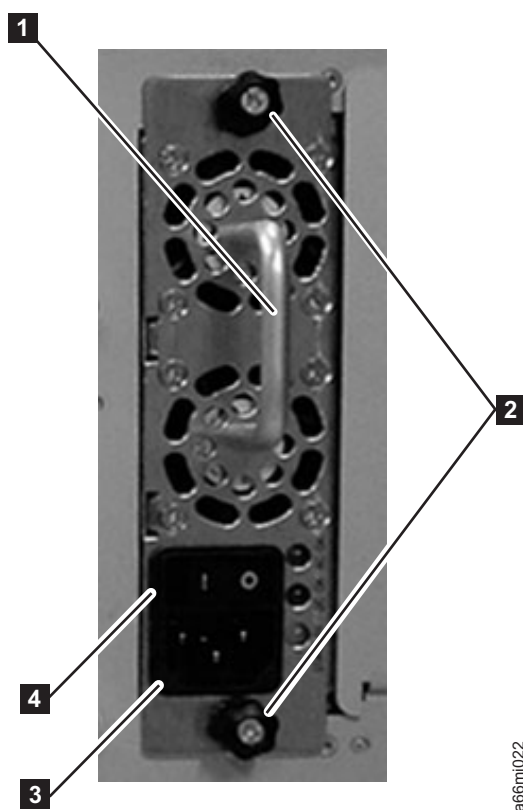

Рисунок 3-8. Блок питания
1. Ослабьте два винта (**2** в рис. 3-8 на стр. 3-11) на блоке питания (против часовой стрелки).
2. Для того чтобы снять блок питания, возьмитесь за ручку (**1** в рис. 3-8 на стр. 3-11) и медленно потяните его на себя, поддерживая снизу.